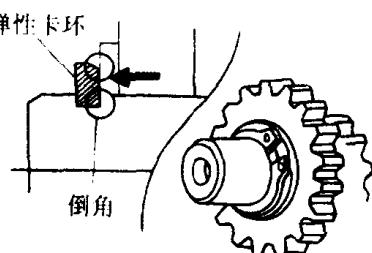

图 1-3 弹性卡环的安装
15. 在装配弹性卡环时，有倒角的一面应朝向加有负荷的那一侧，如图 1-3 所示。弹性减弱的卡环不能再次使用。安装之后应转动弹性卡环，确认其确实安装在卡环槽内。